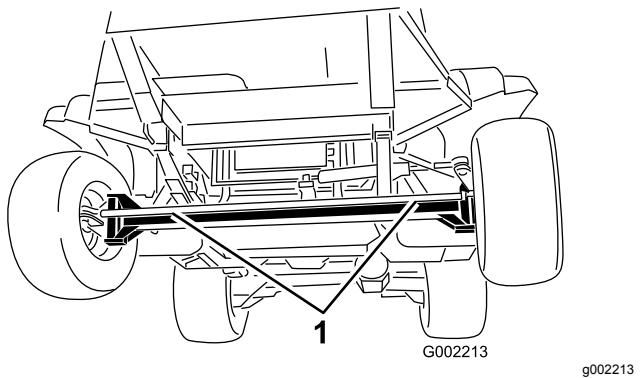
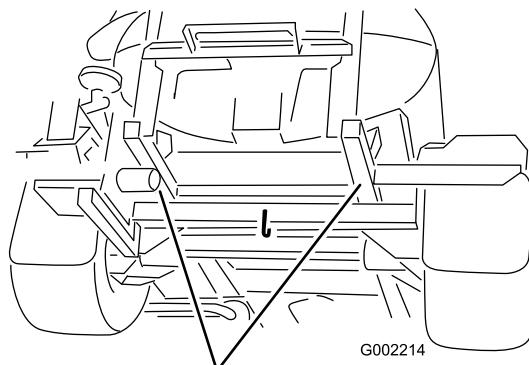

Рисунок 53
Рисунок 54
- Прикрепите буксирный трос к раме; см. описание расположения передних и задних точек крепления для буксировки (Рисунок 53 и Рисунок 54).